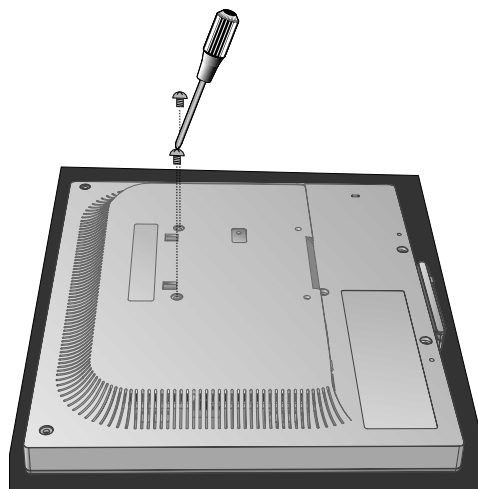

Abbildung S.4
6. Entfernen Sie die beiden Schrauben oben am Monitor (**Abbildung S.4**). Der Monitor kann jetzt auf andere Art montiert werden.